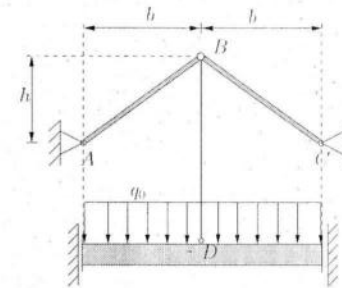

Abbildung 5.1: Stabkonstruktion
Gegeben ist eine Stabkonstruktion mit den in C' gelenkig verbundenen Stäben AB und CB, die einen kreisrunden Querschnitt besitzen. Die Konstruktion wird über die Linienlast q_0 belastet (siehe Abb. 5.1). Die Verbindung BD sei starr. Weiterhin sind die Größen b und h gegeben.
5.1) Welche Größen werden nachfolgend berechnet? Tragen Sie diese in die Abbildung 5.1 ein.